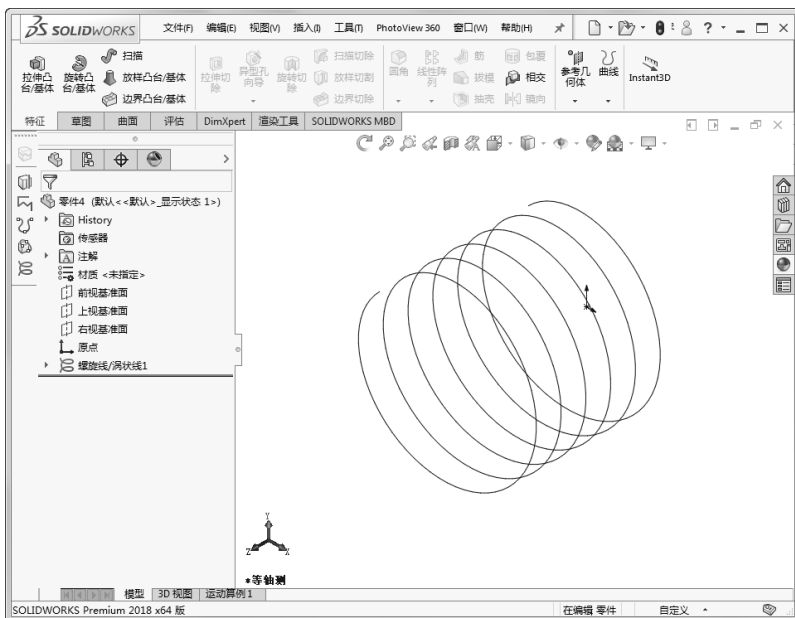

图 3-20 生成的螺旋线及其 FeatureManager 设计树
6) 单击右键在弹出的快捷菜单中选择 $\text{C}$  (旋转视图) 命令, 将视图以合适的方向显示。生成的螺旋线及其 FeatureManager 设计树如图 3-20 所示。